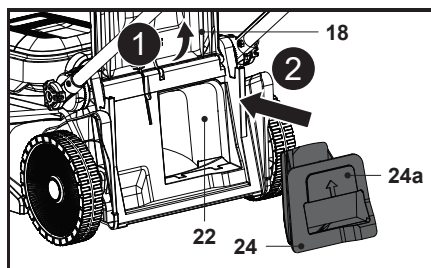

Fig. 13
1. Deschide deflectorul spate (18), ține în poziție mânerul încastat (24a) și introdu până la capăt accesoriul de mărunțire (24) în jgheabul de evacuare spate (22) (fig. 13).